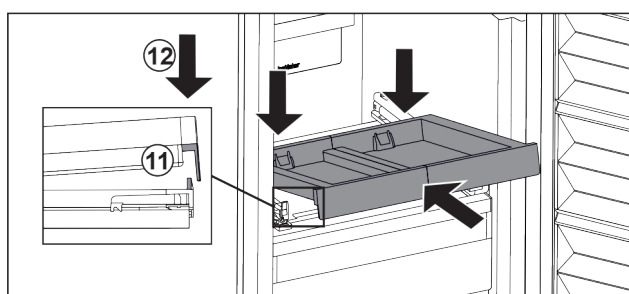

Fig. 84
- Skjut in i vinkel. Kontrollera att stoppet befinner sig på båda sidorna bakom fliken. Fig. 84 (11)
- Sätt ned utdragshyllan framtill. Fig. 84 (12)